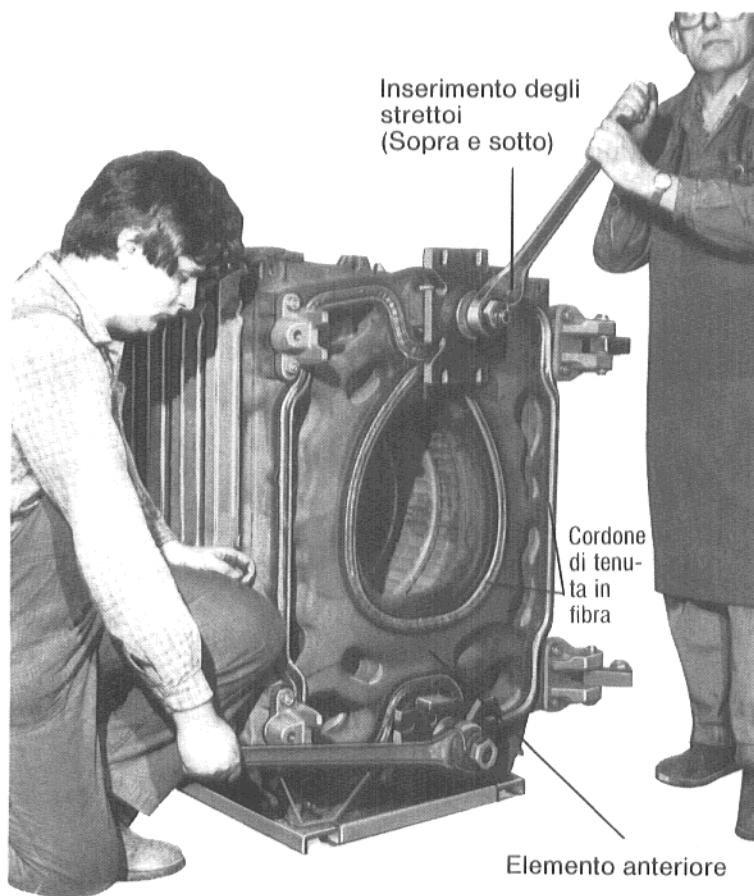

Fig. 9
10. Inserire gli strettoi e restringere la caldaia (Fig. 9).
8. Inserire gli strettoi e restringere la caldaia (Fig. 9).